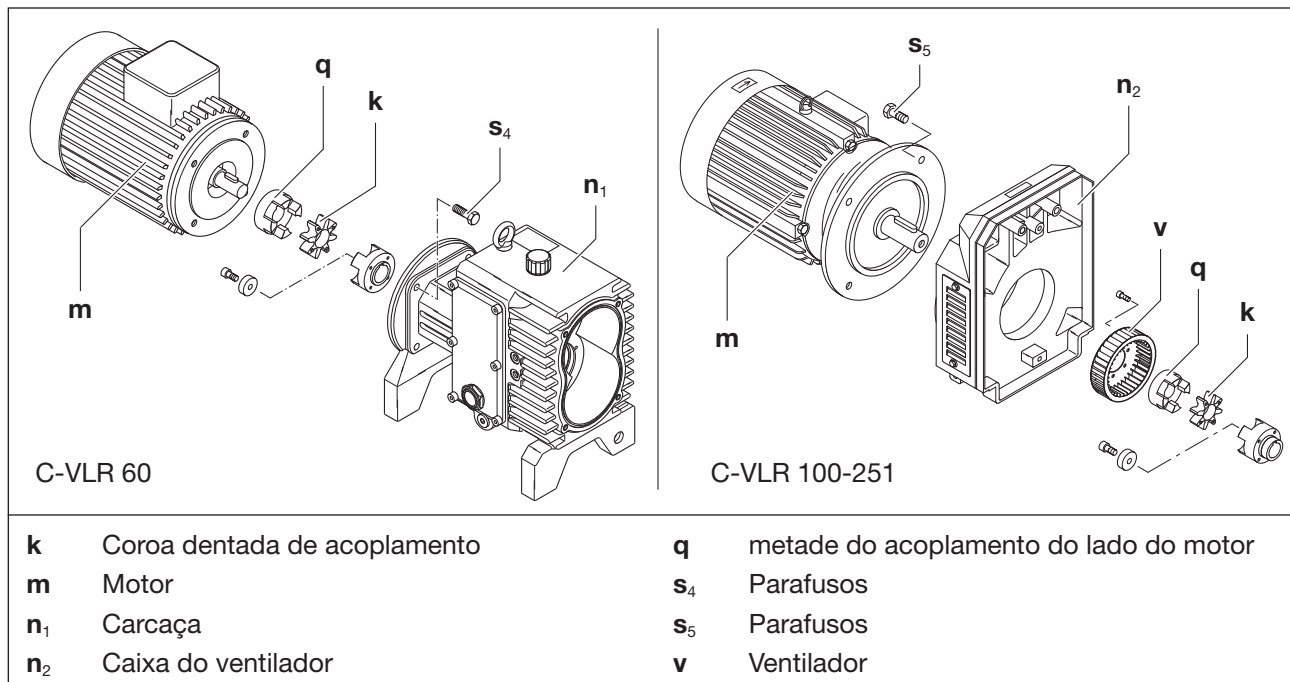

Fig. 10 Acoplamentos C-VLR 60 e C-VLR 100 - 251
- Fixar o equipamento de elevação à aba de transporte do motor (Fig. 10/m).
- Desapertar os parafusos (Fig. 10/s₄) no flange da carcaça (Fig. 10/n₁).
- Sacar de forma axial o motor com a metade do acoplamento do lado do motor (Fig. 10/q) e suspender através de um equipamento de elevação.
- Verificar a coroa dentada (Fig. 10/k). Se a coroa dentada estiver danificada ou desgastada, substituir.
- Inserir o motor, novamente de forma axial, com a metade do acoplamento do lado do motor (Fig. 10/q) e fixar com os parafusos (Fig. 10/s₄) do flange da carcaça (Fig. 10/n₁).
- Soltar os parafusos (Fig. 10/s₅) do flange do motor.
- Sacar da caixa do ventilador de forma axial o motor com a metade do acoplamento do lado do motor (Fig. 10/q) (Fig. 10/n₂) e suspender com o equipamento de elevação.
- Verificar se o ventilador (Fig. 10/v) apresenta danos e, se necessário, substituir.
- Inserir o motor com a metade do acoplamento do lado do motor (Fig. 10/q) novamente na caixa do ventilador (Fig. 10/n₂) e fixar ao flange do motor com os parafusos (Fig. 10/s₅).